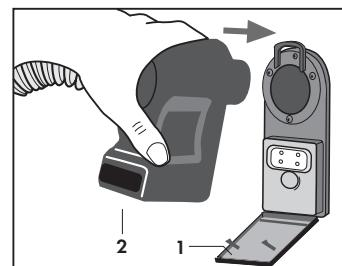

Fig. 8
- Ouvrir complètement le volet (1) de la prise des accessoires (Q) et introduire la fixation rapide (2) du tuyau flexible (20) dans la prise située sur la partie avant de l'appareil, en appuyant à fond (**Fig. 8**).